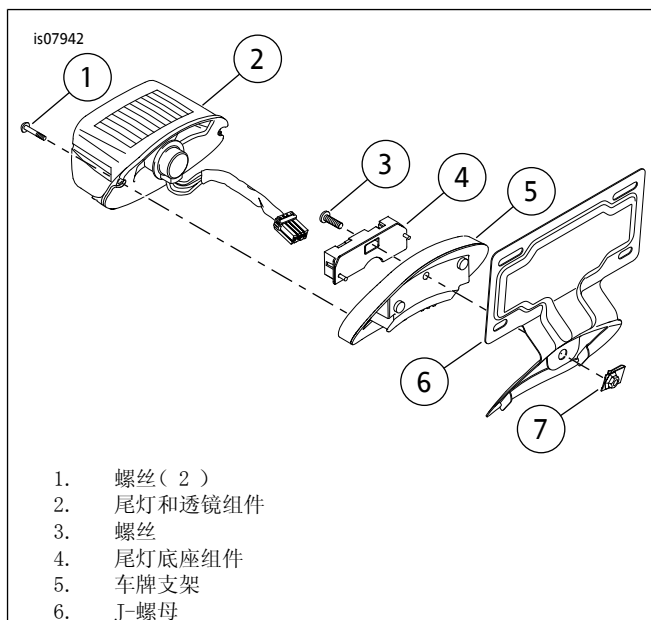

图7。安装车牌托架
7. 参见图7。拆卸尾灯和尾灯底座。
3. 参见图7。安装车牌支架。